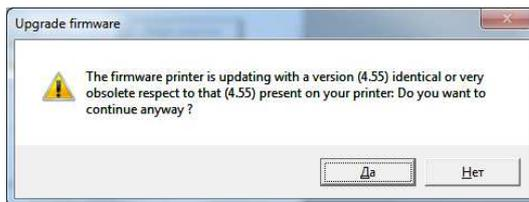

Рисунок 9 – Возможное предупреждение.
1.5.7. Если отобразится необязательное предупреждение (см. Рисунок 9), нажмите на кнопку «Да».